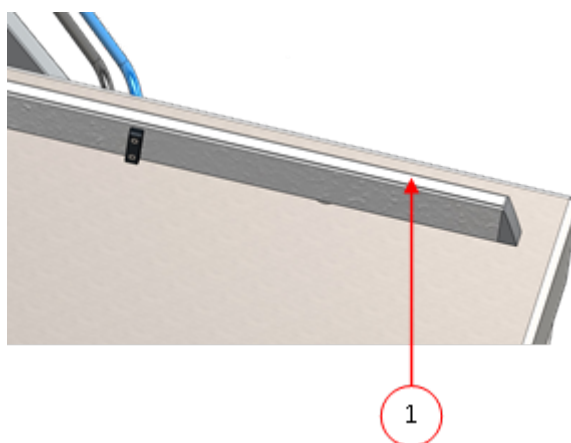

Figura 17: Sustitución de la goma de silicona de los soportes de silicona
1. Tire de la goma de silicona antigua para sacarla del soporte, consulte la *Figura 17: Sustitución de la goma de silicona de los soportes de silicona* en la página 65.